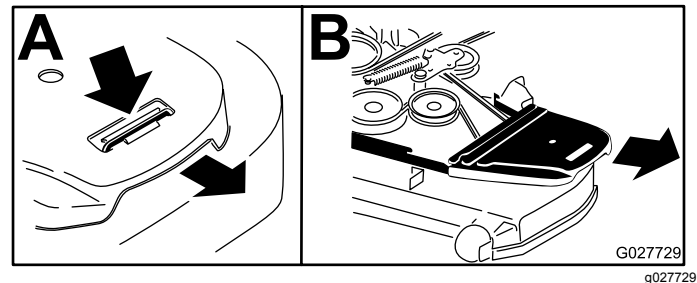

Bild 83
4. Entfernen Sie die Riemenabdeckungen (Bild 83).